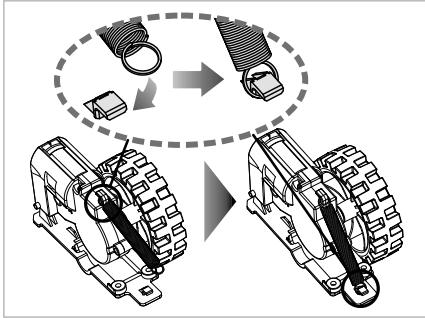

Abb. 24
- 5) Befestigen Sie die Feder an der Radhalterung und an der Radabdeckung **19/35** (siehe Abb. 24).